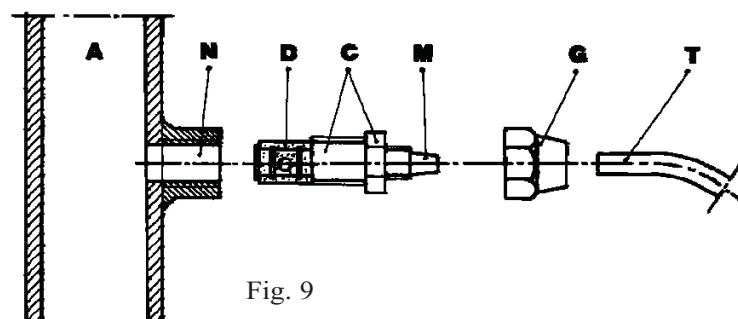

Fig. 9
g.- Seleccione el punto de inyección más apropiado en la tubería de la instalación a tratar y coloque un empalme de 3/8 " gas hembra. Este empalme no viene con la bomba. Enrosque la válvula de inyección en el empalme con la junta de impermeabilización de Teflón Fig.9. Conecte el tubo de la junta cónica de la válvula de inyección y asegúrelo con la abrazadera G correspondiente. La válvula de inyección es también una válvula estática.
3.1 -ESQUEMA DE MONTAJE DE LA VÁLVULA DE INYECCION FIG. 9